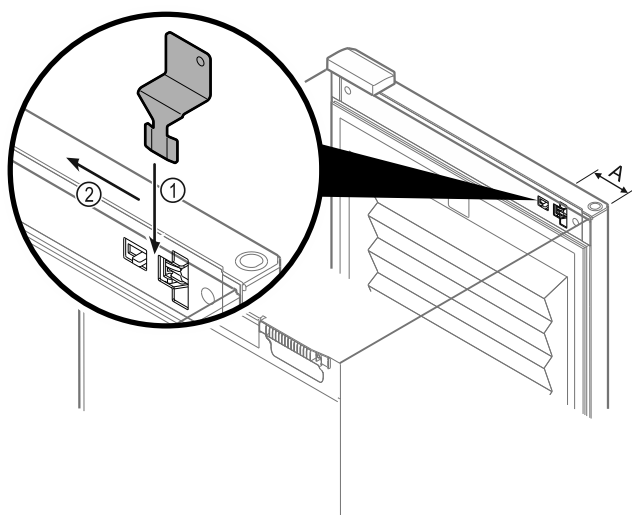

Fig. 103
- Notentriegelungsschlüssel an vorgegebener Stelle positionieren Fig. 103 (A) ≈ 100mm.
- Notentriegelungsschlüssel zwischen Tür und Gerätekorpus von oben bis zum Anschlag einstecken Fig. 103 (1).
- Notentriegelungsschlüssel in Richtung Scharnierseite ziehen Fig. 103 (2).